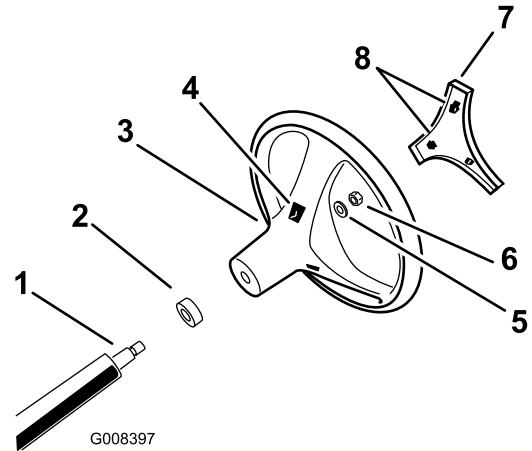

Figura 3
- Fije el volante a la columna con la tuerca (Figura 3). Apriete la tuerca a 24-29 Nm.